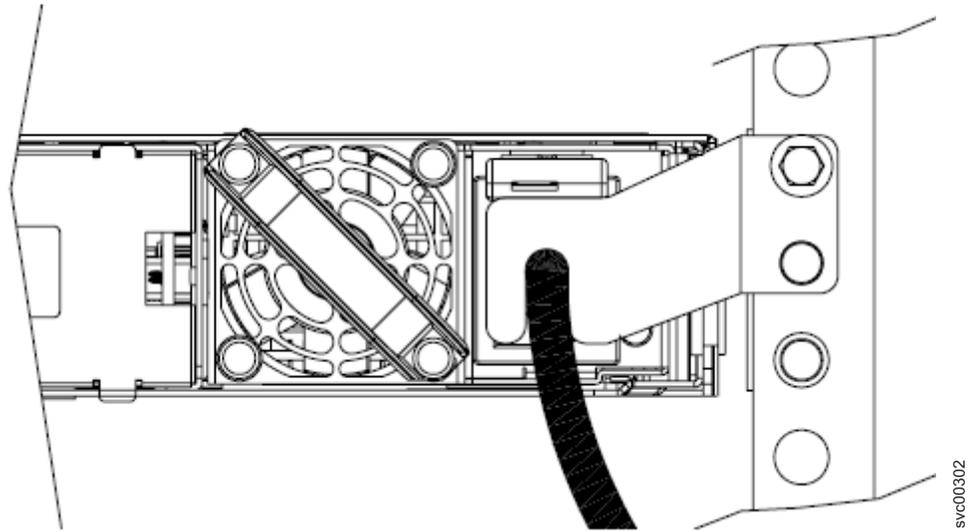

図 19. ケーブル保持ブラケット・タイプ B が取り付けられている SAN ボリューム・コントローラー 2145-8G4
2. 図 19に示すように、キャビネット背面で、電源機構の隣にあるノードのサイド・レールから固定ボルトを取り外します。